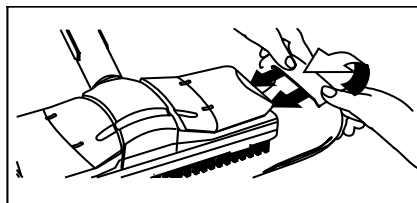

Ilustración 9
- Fije el paño de limpieza (H3) a la boquilla barredora de suelos (H1). Pliegue el paño a lo largo y coloque la boquilla barredora de suelos encima. Sujete el paño a la boquilla, enganchando los extremos que sobresalen debajo de las pinzas de sujeción (H2) (véase la fig.9).